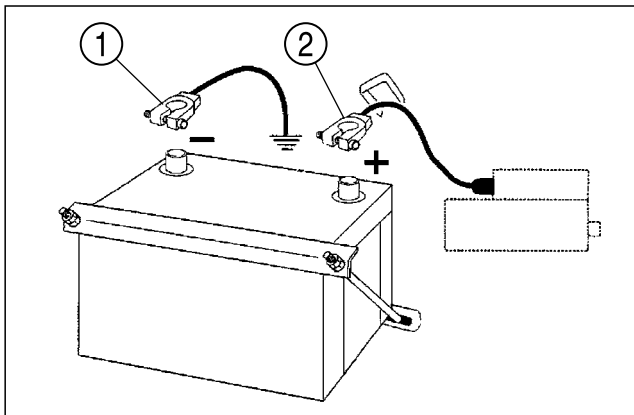

FIG. 5-33
FIG. 5-33 : Les tracteurs sont livrés avec la batterie installée. Au cas où il serait nécessaire d'installer une batterie de rechange, débranchez le câble négatif (-), (1), d'abord, puis retirez le câble positif (+), (2). Desserrez et déposez le collier de fixation de la batterie et retirez prudemment la batterie du tracteur.